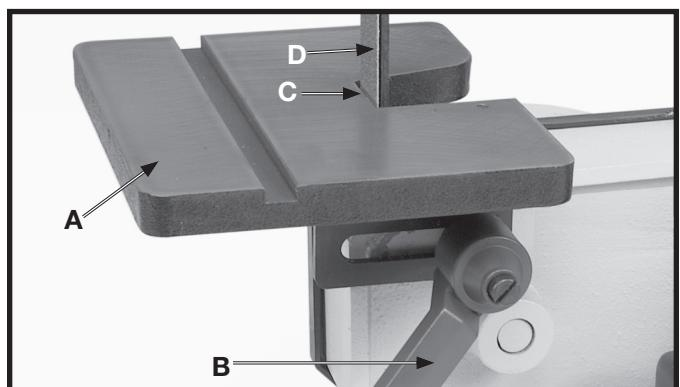

Fig. 25
La table pour ponceuse à bande abrasive (A) fig. 25, s'incline ou se déplacer vers l'intérieur ou l'extérieur en desserrant la poignée de blocage (B). Déplacer la table à la position souhaitée puis serrer la poignée de blocage (B). REMARQUE : la poignée de blocage (B) est à ressort et se déplace en retirant la poignée et en la repositionnant sur le goujon à crans d'arrêt situé directement sous la poignée.
**AVERTISSEMENT** pour éviter de coincer la pièce ou les doigts entre la table et la bande abrasive, positionner le bord de la table (C) fig. 25, à un maximum de 1,6 mm (1/16 po) de la bande abrasive (D) comme indiqué.